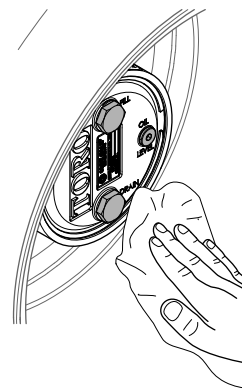

図 95
3. プラネタリハウジングとブレーキハウジングをきれいに拭く図 95。